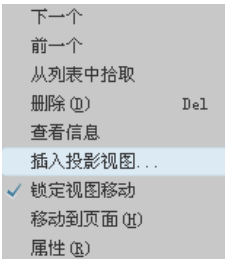

图 3.4.7 快捷菜单
Step1. 单击在上一节中创建的主视图，然后右击，系统弹出图 3.4.7 所示的快捷菜单，在快捷菜单中选择 **插入投影视图...** 命令。